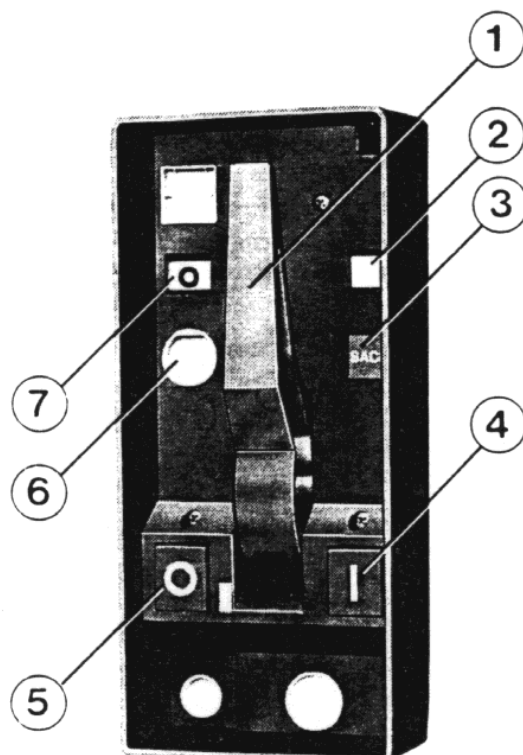

Fig. 22 Dispositivi di manovra e segnalazione
Per caricare manualmente le molle di chiusura azionare alcune volte la leva (1) (vedere fig. 22) fino alla comparsa del segnalatore (2) di colore giallo.